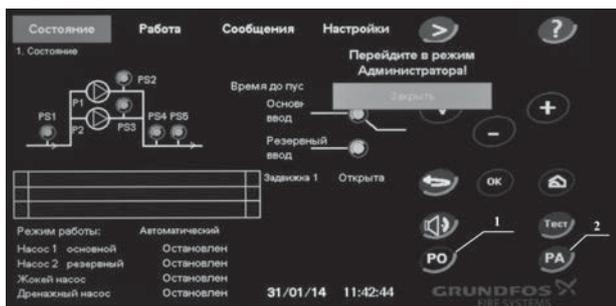

Рис. 13 Экран панели оператора после нажатии кнопки «РА»
Если этот пароль не введен, то ППУ находится в «Режиме оператора», в котором заблокированы все функции управления и доступа к настройкам, возможен просмотр и переключение между двумя экранами «Состояние» и «Сообщения» без возможности изменения данных и параметров. Для доступа к органам управления и изменения настроек служит кнопка 2 «Режим администратора» («РА», см. рис. 13). После нажатия на экране контроллера появляется поле «Введите пароль» (см. рис. 14).
**Примечание:** Для возвращения ППУ в «Режим оператора» и блокировки доступа к функциям управления необходимо нажать кнопку 1 «РО» (см. рис. 13 на экране контроллера. ППУ также переходит в «Режим оператора» автоматически после 30 минут бездействия в «Режиме администратора». Вне зависимости от текущего режима ППУ, запуск алгоритма пожаротушения можно осуществить путем переключения трехпозиционного переключателя на двери ППУ в положение «Ручной пуск» («РП»).